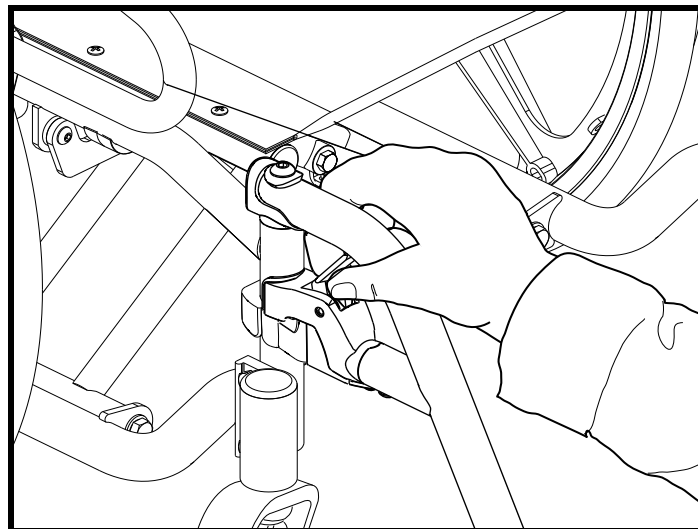

Figure 16. Pour débloquer un SFR
1. Tirez le levier de détente vers l'arrière. **See figure 16.**